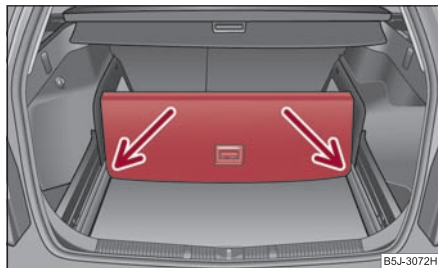

Fig. 88 Diviser le coffre à bagages
- Soulevez la partie du plancher de chargement avec la poignée et fixez-la en la poussant dans les rainures ⇒ fig. 88. ■